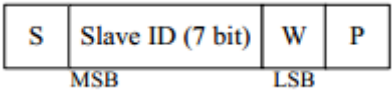

图 1.3.5 唤醒命令格式
(1) 往 PAJ7620U2 发送写命令，以触发唤醒，命令格式如图 1.3.5 所示：